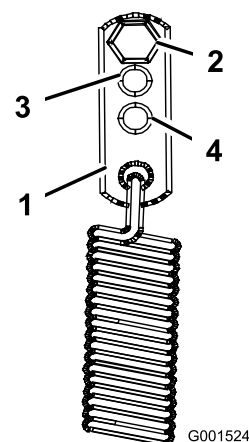

Figure 40
3. Pour des conditions de conduites plus difficiles, déplacez les ancrages de ressort aux positions service moyen ou lourd (Figure 40). Les ancrages de ressort sont fixés au coin arrière supérieur des protections de la transmission hydraulique sur les côtés gauche et droit de la machine.